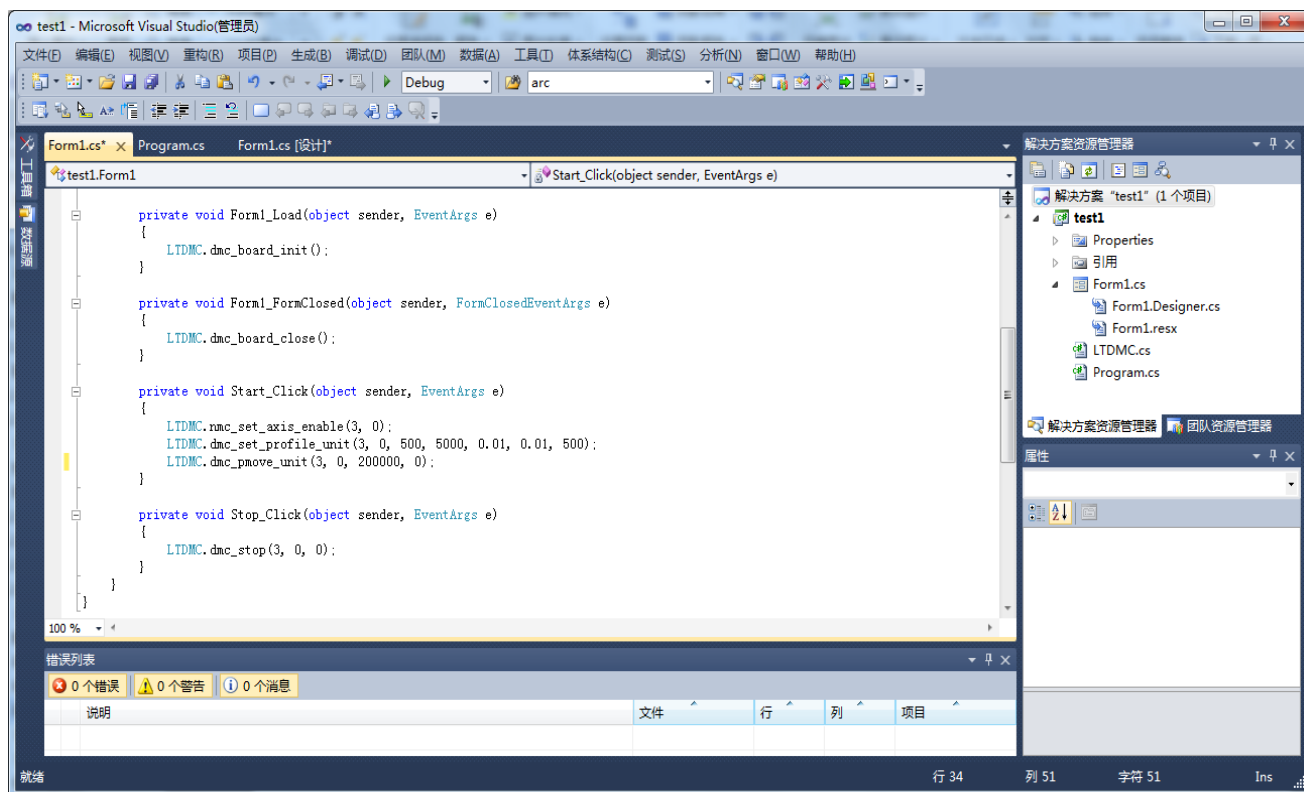

图 6.16 程序中调用运动控制卡库函数
7) 设定控制卡卡号为 3，如图 6.16 所示，双击窗口控件，在 Form1_Load 事件中添加代码 LTDMC.dmc_board_init(); 双击属性窗口中 FormClosed，在 Form1_FormClosed 事件中添加代码 LTDMC.dmc_board_close(); 双击“启动”按钮，在 Start_Click 事件中添加代码如下：